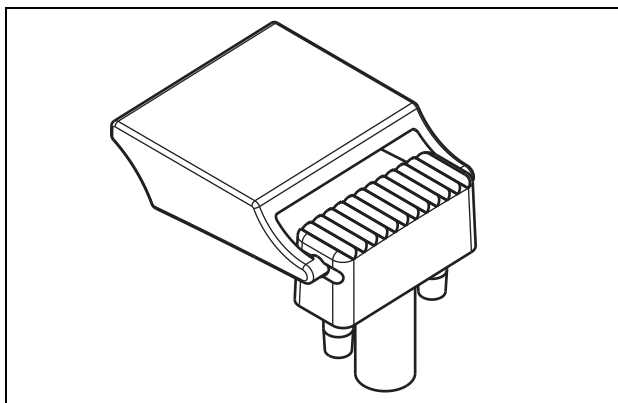

figura 25.1: Tampa de tecla
- 1 Fixe a tampa da tecla na lente de substituição (consulte o resultado final na figura 25.1).